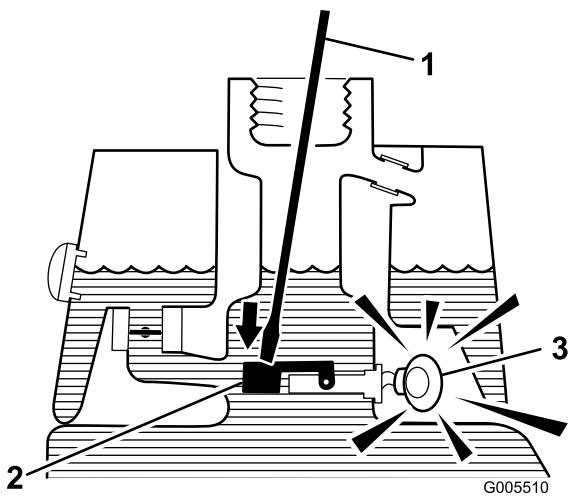

図 28
3. 汚れのない棒やドライバを差し込んで、フロートを軽く押さえてやる図 28。秒後にアラームが鳴れば正常である。